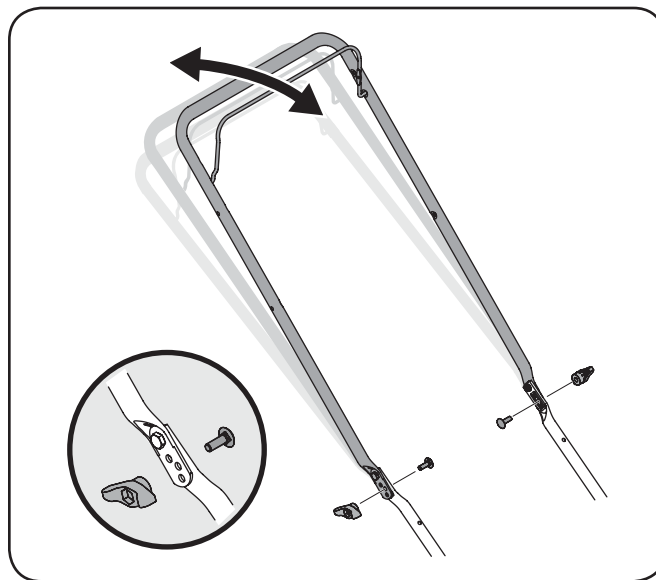

Figure 3-11
1. Quite los tornillos y tuercas de mariposa transporte de manejar. Vea la fig. 3-11.
2. Coloque el mango en una de las tres posiciones que se sienta más cómodo. Vea la fig. 3-11 inserción.